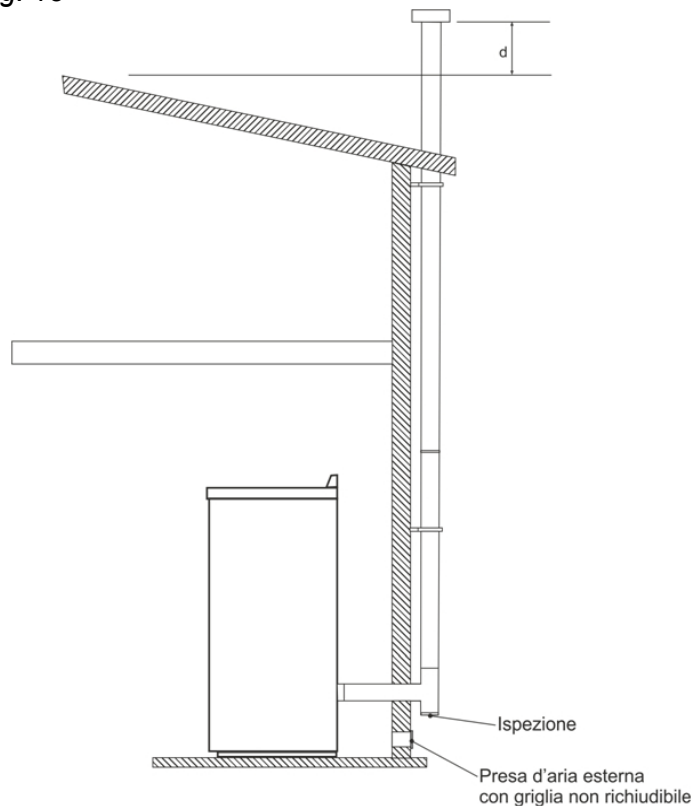

Fig. 13
- Per i condotti devono essere utilizzati solo tubi isolati (**doppia parete**) in acciaio inox fissati all'edificio (*fig. 13*).
- Nel caso in cui si voglia utilizzare un condotto fumi esterno si deve adottare la soluzione rappresentata nella *fig. 13*